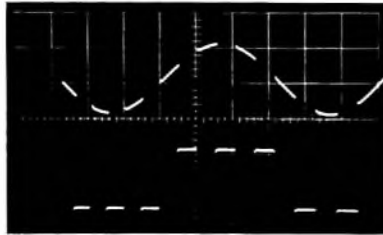

Bild 3. Die Umschaltfrequenz ist ein ganzzahliges Vielfaches der Meßfrequenz
1. Die Umschaltfrequenz liegt oberhalb der Frequenz der darzustellenden Größen: Aus dem Oszillogramm Bild 3 ist zu ersehen, daß die Umschaltfrequenz ein ganz-